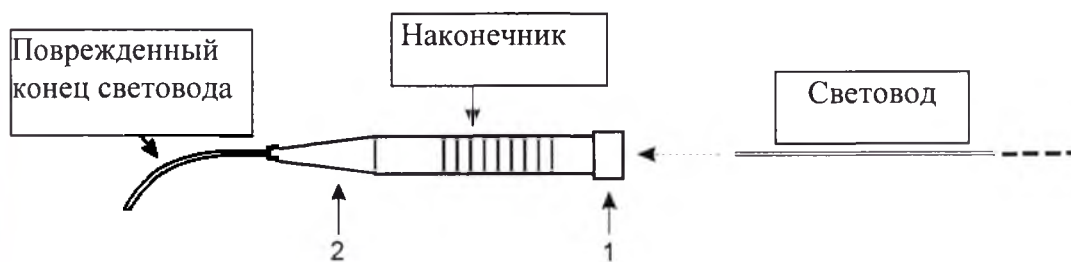

Рис. 5. Установка световода в наконечник.
- ослабьте кольцевую гайку (указатель 2 на рис. 5), фиксирующую проводящую часть наконечника, чтобы освободить ее;
- частично отвинтите заднюю кольцевую гайку наконечника (указатель 1 на рис. 5);